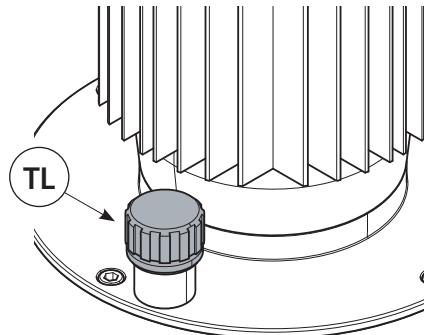

FIG. 2
- Per evitare perdite d'olio durante il trasporto, la pompa viene fornita con un tappo ermetico. Per un corretto funzionamento della pompa, svitare il tappo di trasporto e avvitare a fondo il tappo di lavoro (TL) (Fig. 2) color arancione provvisto di astina per la verifica del livello dell'olio.
- Controllare che la tensione di rete corrisponda a quella di targa quindi collegare la spina di alimentazione: si illuminerà l'interruttore generale (IG) indicando la presenza di energia elettrica.